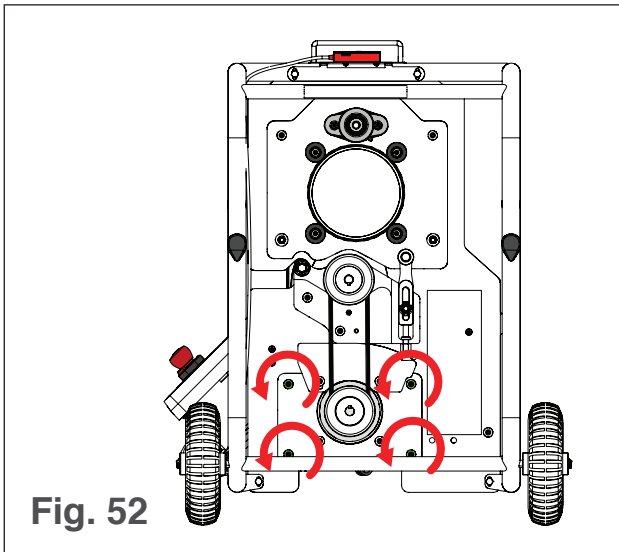

Fig. 52
5. Desaperte todos os quatro parafusos na placa do motor da lâmina (ver Fig. 52).